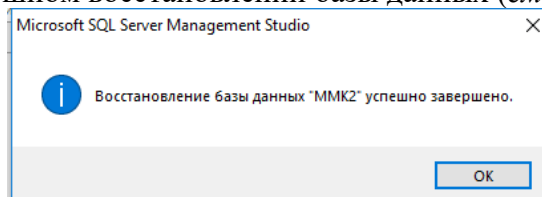

Рисунок 3.1.9
- после выполнения вышеуказанных действий откроется информационное окно об успешном восстановлении базы данных (см. Рисунок 3.1.9);